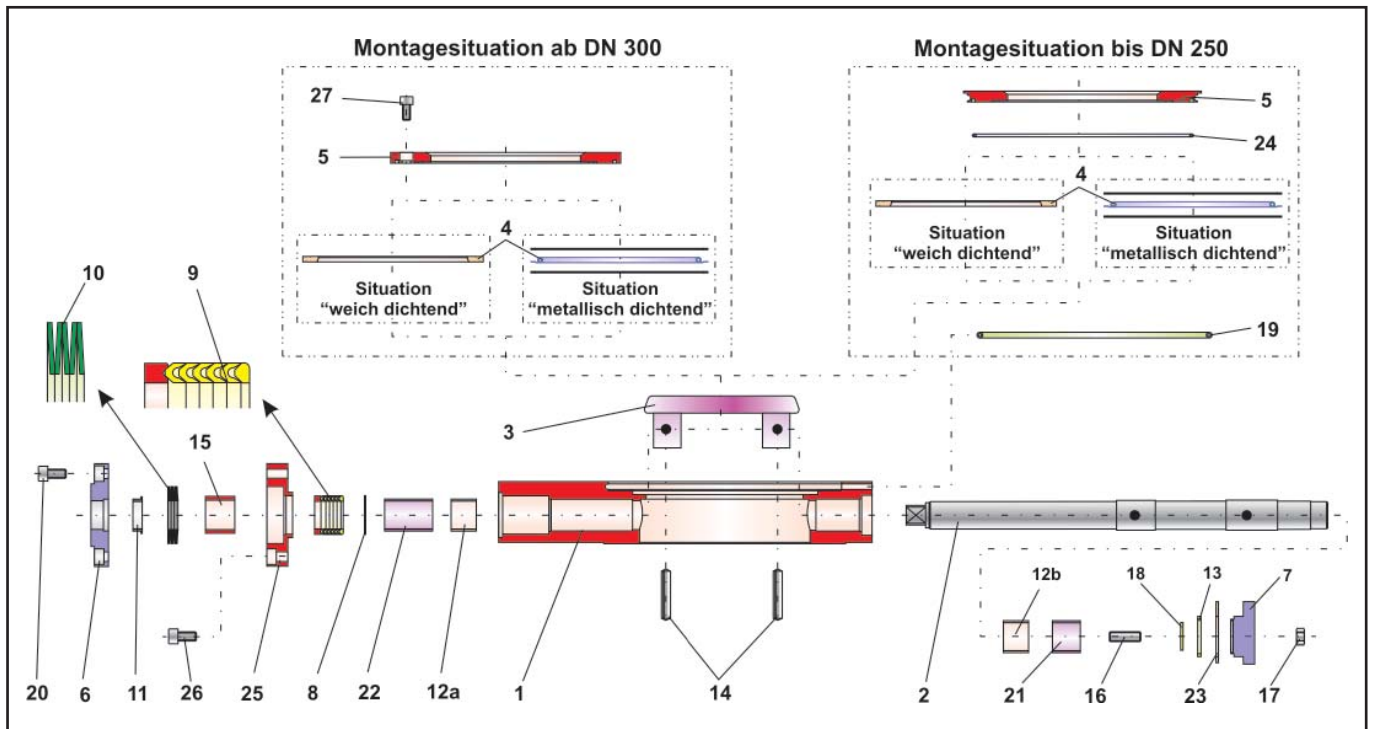

Bild 7 - Explosionszeichnung der Stellklappe BR 14c / BR 74b mit tellerfedervorgespannter Dachmanschettenpackung
Die PTFE - Dachmanschettenpackung (9) wird über die Welle in die Gehäusebohrung geschoben und mit einer Montagehülse angedrückt. Die Anordnung der Dachmanschettenpackung ist der Explosionszeichnung (Bild 7) zu entnehmen.
Ebenso wird der Tellerfedersatz (10) eingebracht. Auch die Anordnung der Tellerfedern sind der Explosionszeichnung (Bild 7) zu entnehmen.